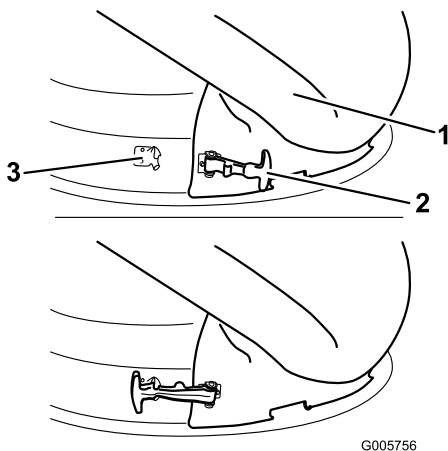

Bild 16
7. Befestigen Sie den Auswurfkanal am 50 Zoll Mähwerk. Haken Sie den flexiblen Verschluss am Auswurfkanal an der Befestigungsklemme ein, der hinter der Öffnung am Mähwerk angeschweißt ist (Bild 16).